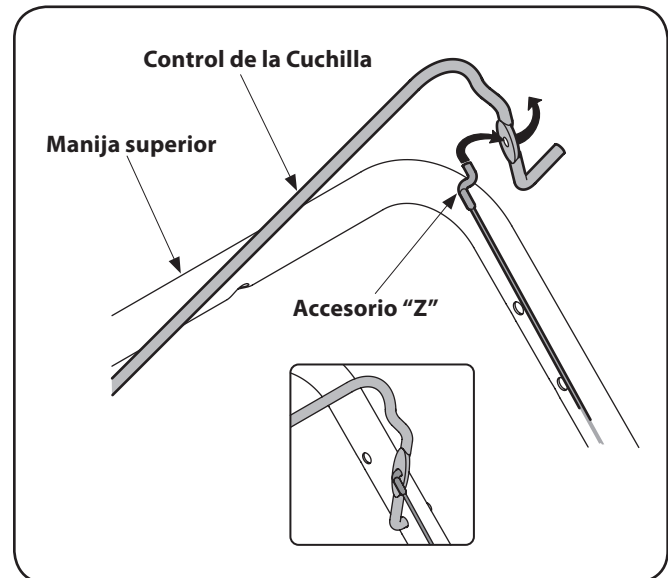

Figura 3-16
- Para facilitar el acoplamiento del accesorio Z, quite temporalmente el lado izquierdo del control de la cuchilla como se muestra en Figura 3-16.
- Tire hacia arriba del extremo Z del cable de freno y enganche en el control desde el interior hacia el exterior. Vea Figura 3-16.